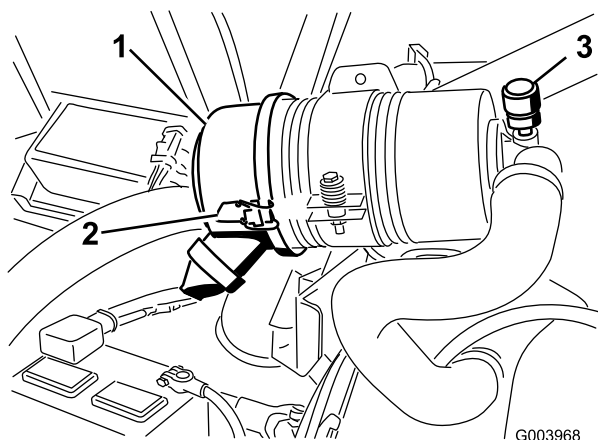

Figura 52
Faça a manutenção ao filtro de ar apenas quando o indicador de manutenção (Figura 52) o exigir. Mudar o filtro de ar antes de ser necessário apenas aumenta a possibilidade de entrar sujeidade no motor quando se retira o filtro.
1. Liberte os trincos que fixam a cobertura do filtro de ar ao respetivo corpo (Figura 52).